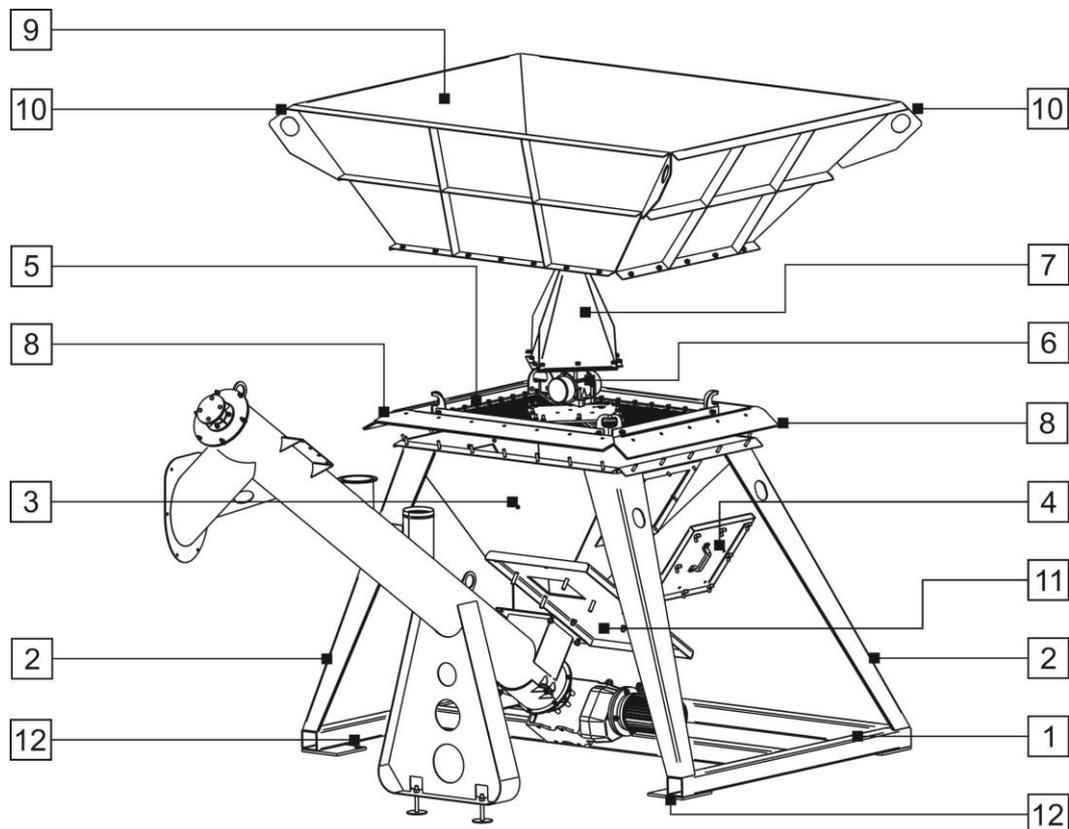

Рис. 13
Бункер сырья (Рис. 13) состоит из рамы (1), опор (2), нижней (несъемной) части емкости (3), в боковых стенках которой имеются люки обслуживания, закрытые крышками (4). На отбортовке нижней (несъемной) части емкости (3) установлена просеивающая виброрешетка, которая в свою очередь состоит из перфорации (5), в центре которой установлен электромеханический вибратор (6) ИВ-99Б. Вибратор закрыт защитной пирамидой (7), которая так же может выполнять функцию разрывателя дна мягких контейнеров типа «Биг-Бэг». По краям перфорации (5) закреплена эластичная полоса (8), служащая для предотвращения передачи вибрации на раму (1) и опоры (2) бункера. На отбортовке нижней (несъемной) части емкости (3) установлена верхняя (съемная) часть емкости (9) с петлями – проушинами (10) для транспортировки конструкции. Внизу нижней (несъемной) части емкости (3) расположен плоский затвор (11) с реечным механизмом открывания-закрывания. В углах рамы (1) имеются площадки (12) с отверстиями для анкерования конструкции.